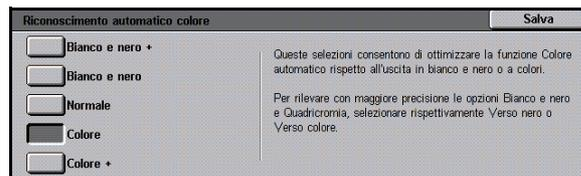

Fig. 49: Impostazioni di riconoscimento del colore
- Selezionare la casella corrispondente al livello di qualità immagine appropriato per l'impostazione Riconoscimento automatico colore, come illustrato in Fig. 49.